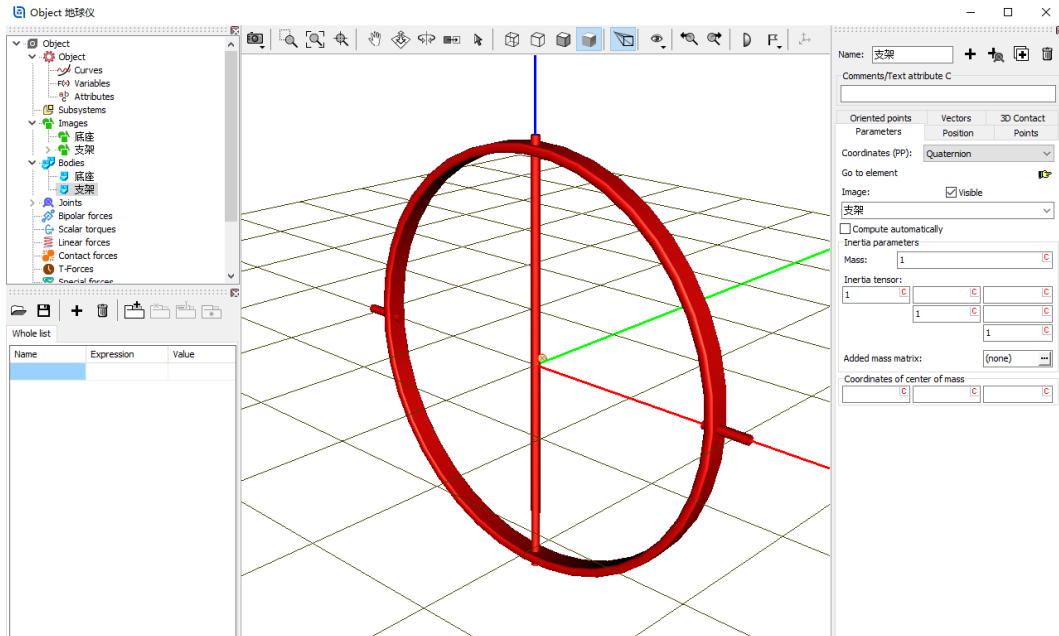

图 2-20
- 5) 在交互界面顶部 **Name** 处将该刚体重名为**支架**，在 **Parameters** 页面下部 **Mass** 处定义质量（国际单位：kg）为 **1**，在 **Inertia tensor** 处定义刚体相对其惯性主轴的转动惯量（国际单位：kg·m²）分别为 **1, 1, 1**，如图 2-20。